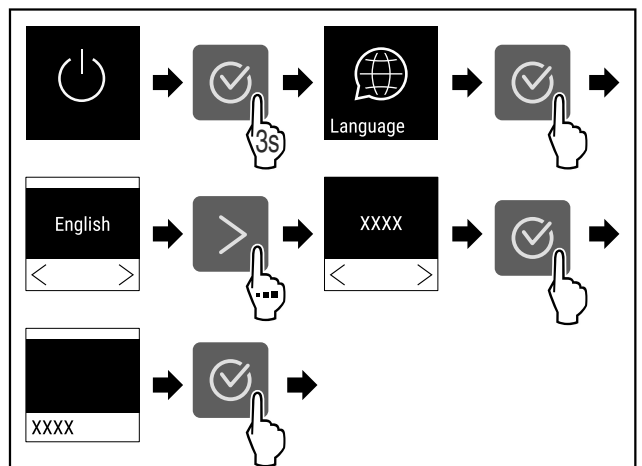

Fig. 50
- ▶ Eseguire i passi (vedere Fig. 50).